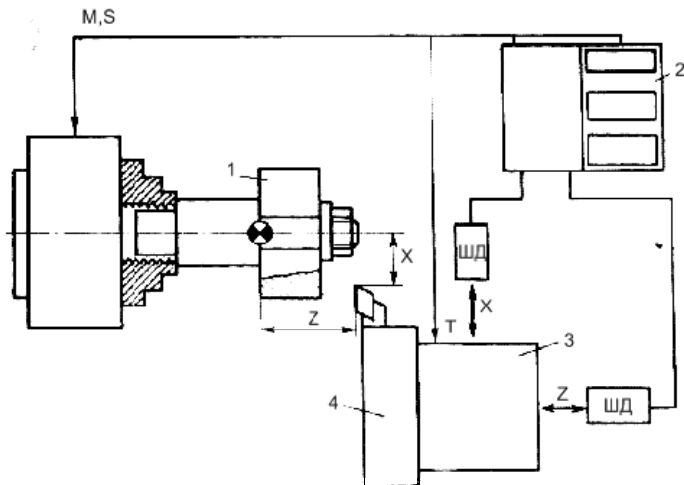

Рис. 88. Обработка детали заданного контура на станке с ЧПУ
Поскольку абсолютное большинство (около 94 %) деталей в машиностроении имеют контур, представляемый отрезками прямых и дугами окружностей, ограничимся в дальнейшем рассмотрением только этих контуров. Обработка детали заданного контура на станке с ЧПУ осуществляется за счет взаимного перемещения инструмента и заготовки (рис. 88). Зажатая в кулачках патрона заготовка (1) вращается с частотой ( $n$ ), заданной в управляющей программе по адресам S и M. Заданные в программе величины перемещений X и Z инструмента преобразуются устройством ЧПУ в последовательности импульсов заданной частоты, которые подаются на шаговые двигатели продольного и поперечного перемещения суппорта станка (3). Таким образом, режущий инструмент, закреплённый в резцедержателе (4) на суппорте, осуществляет движение по заданной в программе траектории. Отсчёт перемещений инструмента ведётся от исходного состояния исполнительных механизмов продольного и поперечного перемещения – «нуля станка».